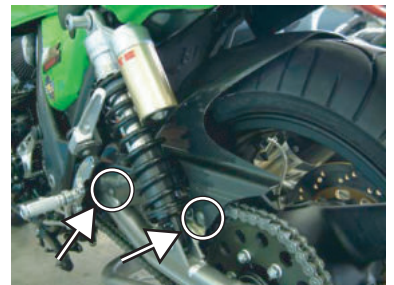

図1
4. ノーマルチェーンガードの取付け位置2ヶ所で仮止めします。(1で取り外した純正ボルトを使用して下さい。)⇒図1参照